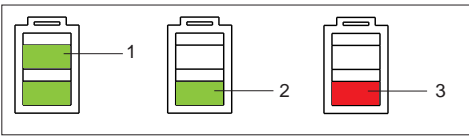

Fig. 10
- Read off battery charge on LED indicator (Fig. 10):
- Estado de carga del acumulador en el indicador LED (Fig. 10):
- Ladezustand des Akkus an der LED-Anzeige (Fig. 10) überprüfen: